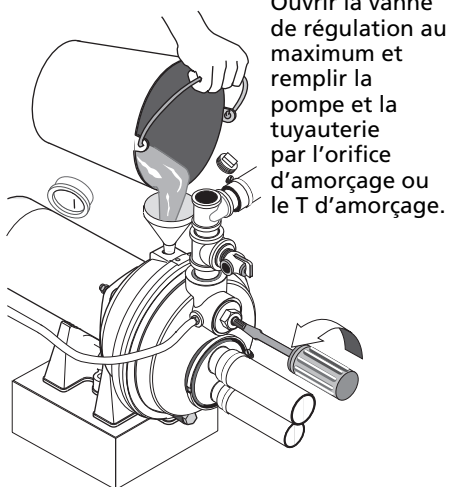

Figure 15 – Remplissage de la pompe
1. Ouvrir la vanne de régulation au maximum (voir Figure 15). Enlever le bouchon d'amorçage de la pompe et remplir celle-ci d'eau, remplir toute la tuyauterie entre la pompe et le puits, et vérifier que toute la tuyauterie dans le puits est pleine d'eau. Si un T d'amorçage a également été installé dans la tuyauterie d'aspiration, enlever le bouchon du T et remplir d'eau la tuyauterie d'aspiration.